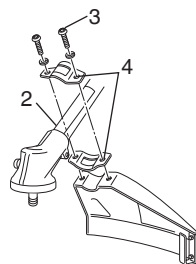

Fig. 2
Alignez sur l'emplacement désigné par l'étiquette indiquant la position de la protection (2), fixez solidement la protection de l'outil de coupe sur le tube de transmission au moyen de la vis (3) et du crochet de garde (4). (Fig. 2)